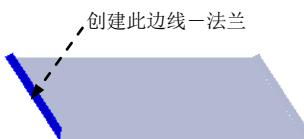

图 17.8.26 创建边线一法兰 2
Step3. 创建图 17.8.26 所示的钣金特征——边线一法兰 2，详细操作过程参见上一步。